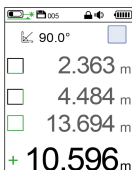

Figure 5 Deuxième zone mesurée
Étape 3 : Répétez l'étape 1 pour mesurer la deuxième zone, et le résultat est illustré à la figure 5 ;